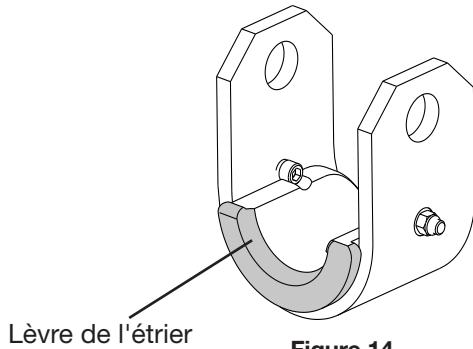

Figure 14
5. Fixer l'étrier correspondant à l'avant du sabot en orientant la lèvre de l'étrier loin des fourches de la cintreuse (Fig. 14).